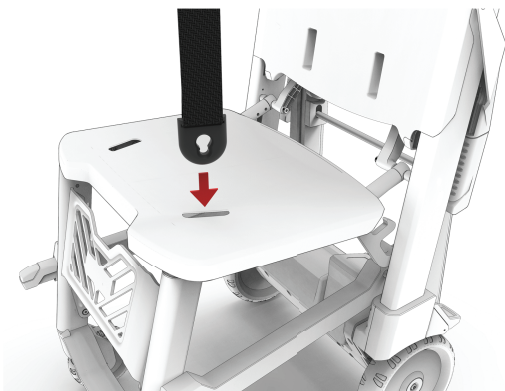
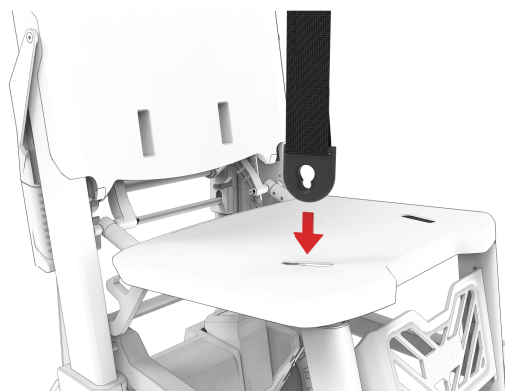

Рисунок 16 – Защелка расположенного слева ремня сиденья
Рисунок 17 – Защелка расположенного справа ремня сиденья
1. Взяв расположенный справа фиксирующий ремень для пациента, пропустите защелку расположенного справа ремня сиденья через отверстие в чаше сиденья с правой стороны (Рисунок 16 и Рисунок 17).